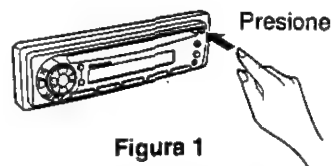

Figura 1
- ① Desconecte la alimentación.
- ② Presione el botón de liberación [🔑]. La placa frontal se soltará. (⇒ Figura 1)